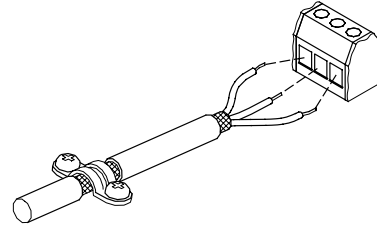

Рис. 12 Соединение оплетки и проводов экранированного кабеля с колодкой
- Кабель должен быть закреплен с двух концов. Выводы кабеля должны быть, по возможности, максимально закрыты, рис. 12.